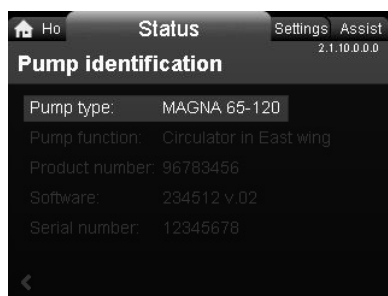

Рис. 31 Пример типа насоса
17. Убедитесь, что тип насоса соответствует указанному на фирменной табличке насоса. См. рис. 31.
13. Убедитесь, что тип насоса соответствует указанному на фирменной табличке насоса. См. рис. 31 на стр. 11.